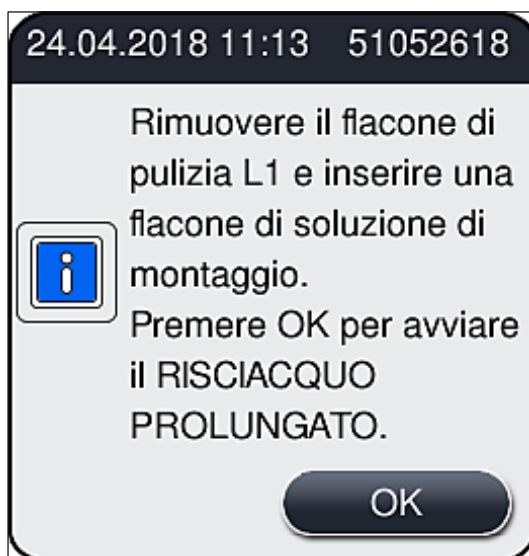

Fig. 104
- » Successivamente viene chiesto all'utente di rimuovere il flacone per pulizia dallo strumento e di inserire un nuovo flacone di soluzione di montaggio. Dopo l'inserimento del flacone confermare il messaggio informativo (→ Fig. 104) selezionando **OK**. Smaltire il contenuto del flacone per pulizia conformemente alle direttive del laboratorio.